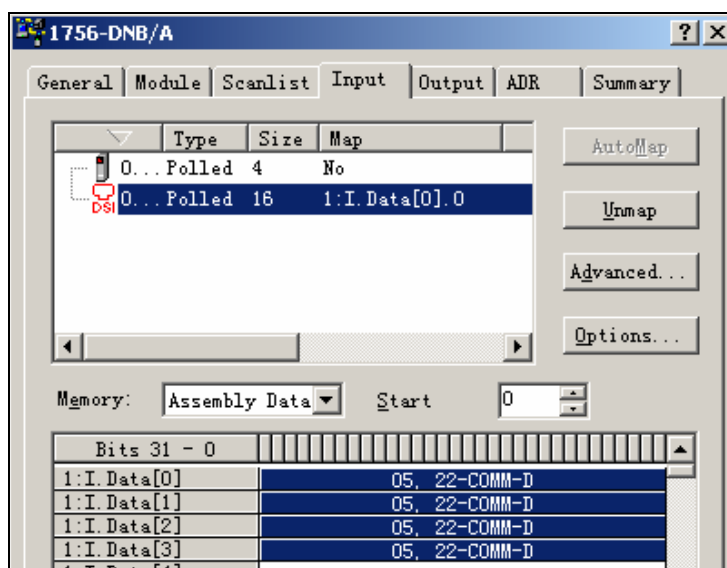

图 3-75 输入映射字
8. 将 PowerFlex40 加入扫描列表，采用自动地址映射。单击输入映射字选项卡，输入映射字如图 3-75 所示。